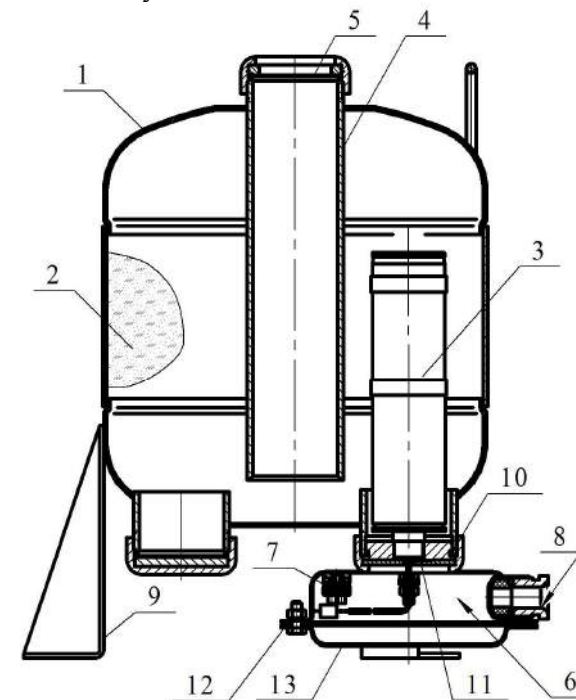

Рисунок 1
МПП (см. рисунок 1) состоит из корпуса **1**, в котором размещаются огнетушащий порошок (ОП) **2** и источник холодного газа (ИХГ) **3**. В верхней части корпуса находится насадок-распылитель **4**, который также выполняет функцию сифонной трубки при выпуске ОП из корпуса. Выходное отверстие насадка-распылителя перекрыто мембраной **5**.
3.3.2 В комплект поставки для перезарядки МПП входят (см. рисунок 1):
2.1.3 Через резиновую прокладку **12** (см. рисунок 1) на корпус МПП установить крышку **13** и закрепить соединение гайками.